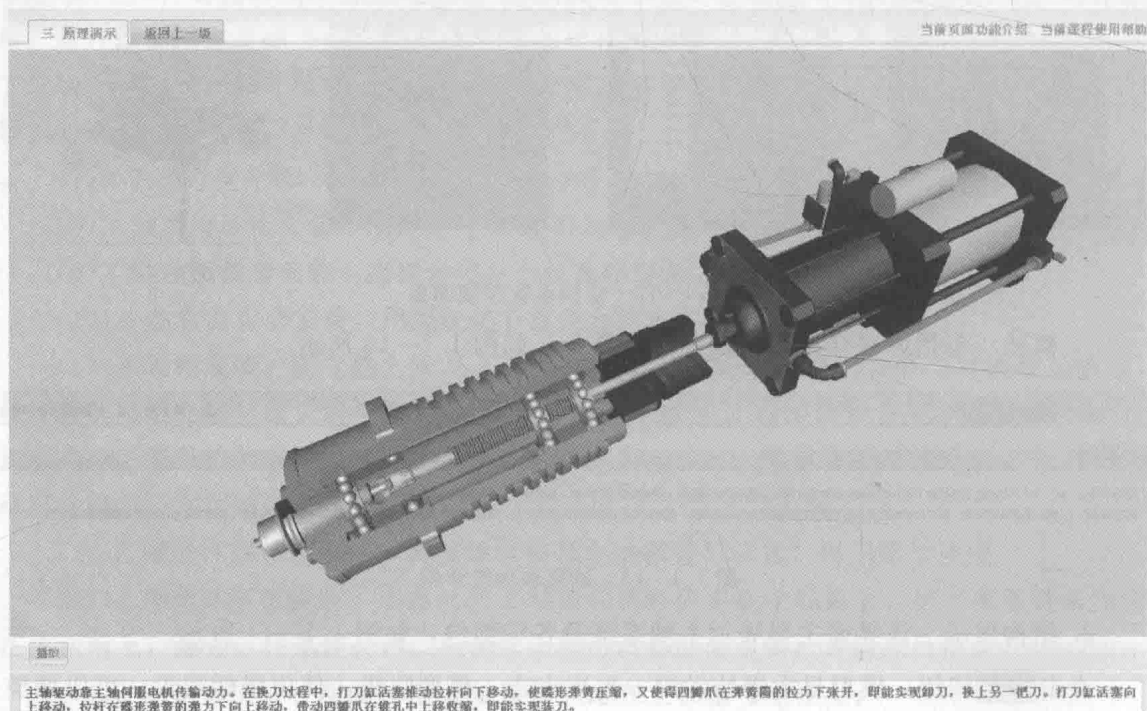

图 1.1-15 原理演示
3. 原理演示 进入原理演示页面，如图 1.1-15 所示。